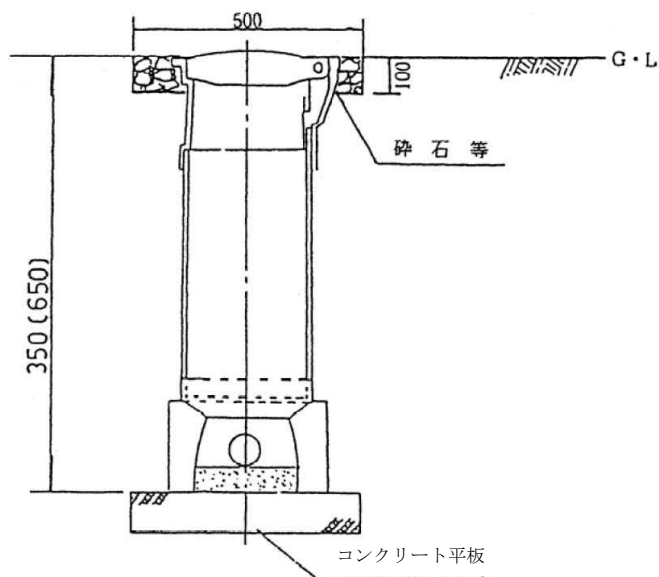

図 3.7.1 止水栓筐の設置標準図
- ① 荷重の加わるおそれのある場所については、図 3.7.1 に示すとおり、筐の下部にコンクリート平板を置き、給水管に直接影響を与えないようにすること。
- ② 据付けにあたっては、ボール止水栓（乙）の開閉ハンドルが筐の中心位置にあるようにすること。
- ③ 設置高さは、埋没を防ぐため、地面より2～3cm程度高くすること。但し、通行の妨げになる場合はこの限りではない。
- ④ 筐の周囲は土砂で十分つき固め、荷重の加わるおそれのある場所については、筐の上部付近を砕石等で固めること。
- ⑤ 筐の設置方向は、原則として、図 3.7.1 によること。